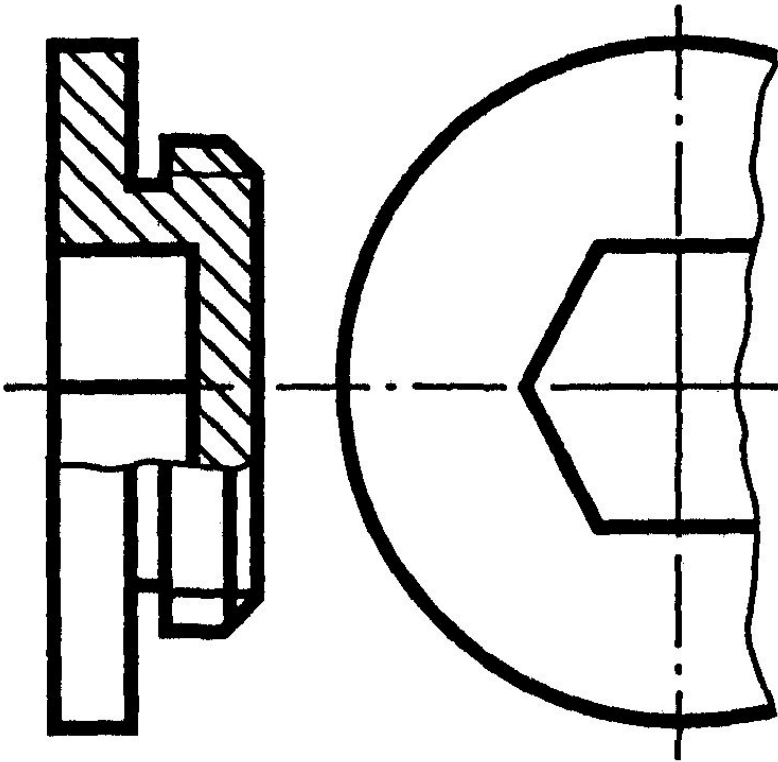

рис. 2
- Часть вид часть соответствующего разреза допускается соединять, разделяя их сплошной волнистой линией (рис. 2), что упрощает чертеж и сокращает число изображений.